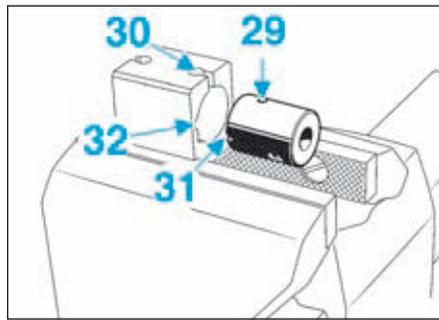

FIG.70
- Insérer l'arbre intermédiaire dans le socle en respectant l'alignement du logement de la goupille (29) avec le trou (30) du socle et la rainure (31) face à l'ergot (32) (Fig.70).